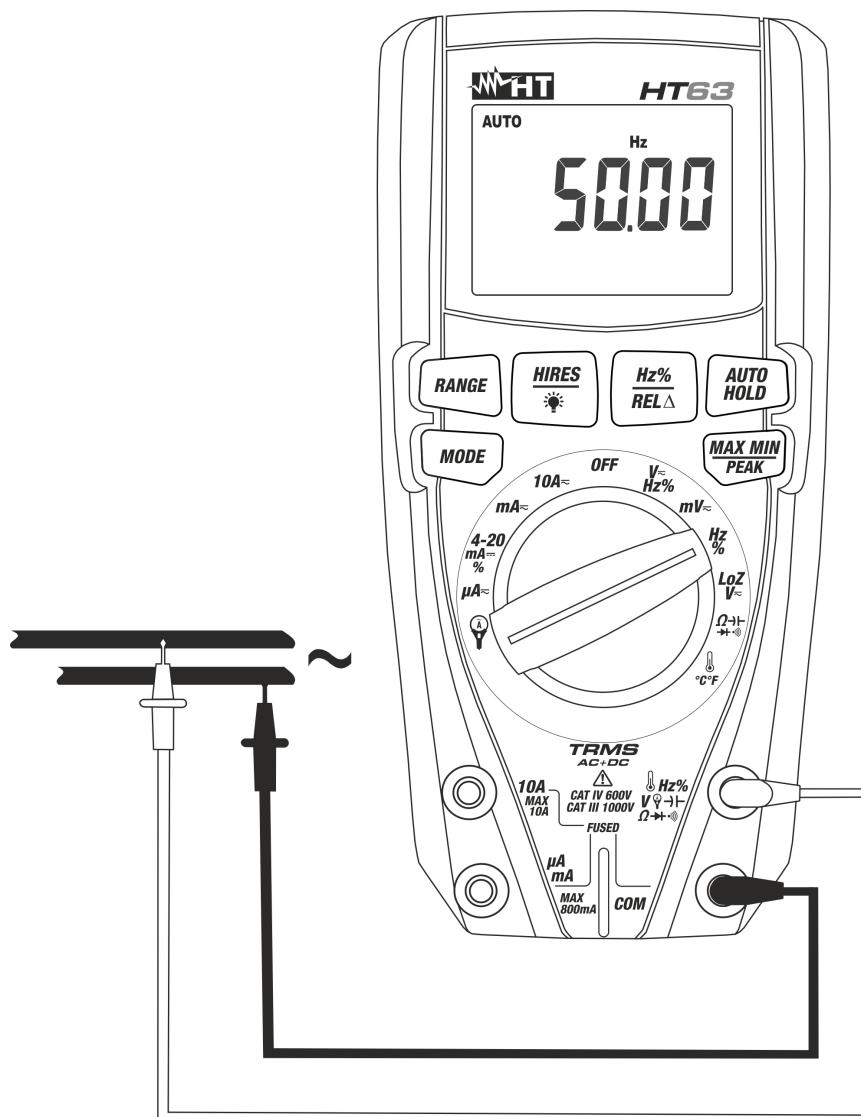

Fig. 5: Uso do instrumento para a medição de Frequências e Ciclo de Trabalho (Duty Cycle)
4. Colocar a ponteira vermelha e a ponteira preta respetivamente nos pontos do circuito em exame (ver Fig. 5). O valor da frequência (Hz) ou Ciclo de Trabalho (Duty Cycle) (%) é apresentado no display. A barra gráfica não está ativa nestas funções.